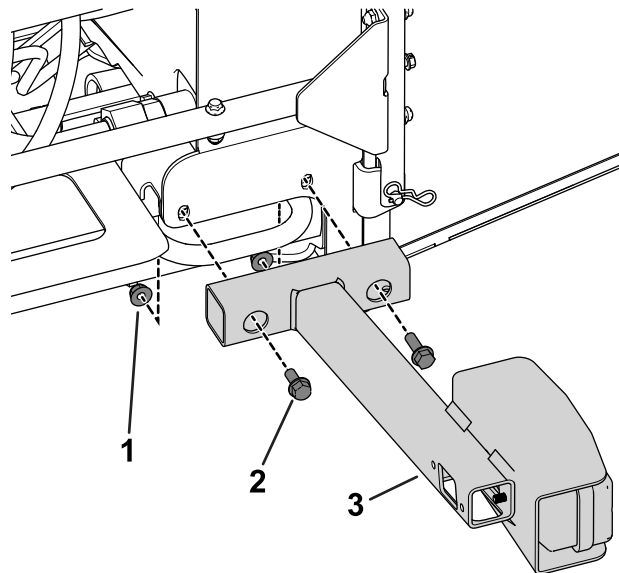

Figura 8
B. Utilice 4 pernos (5/16" x 3/4") y 4 tuercas (5/16") para sujetar los soportes de las luces traseras al bastidor del radiador (Figura 8).